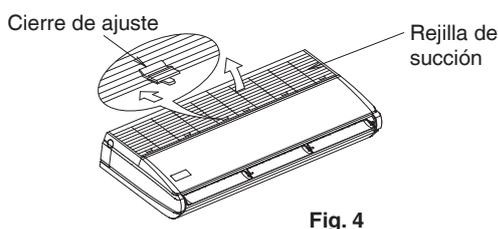

Fig. 4
- Deslice los cierres de sujeción de la rejilla de succión (tipo 32: 2 puntos para cada uno, tipos 63 y 100: 3 puntos para cada uno) hacia atrás (en la dirección indicada por la flecha) para abrir completamente la rejilla de succión. **(Refiérase a la Fig. 4)**